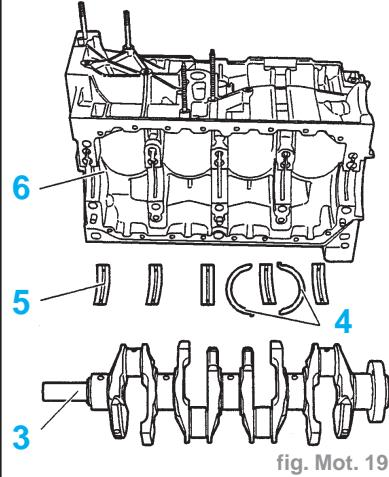

fig. Mot. 19
- Placer les demi-coussinets rainurés (5) sur le carter cylindres (6) (fig. Mot. 19).